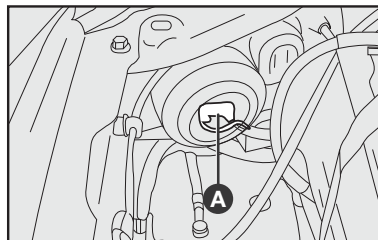

fig. 32
- 1) Soltar o conector **A-fig. 32** de alimentação da lâmpada;
7) Recolocar o conector de alimentação da lâmpada **A-fig. 32**.